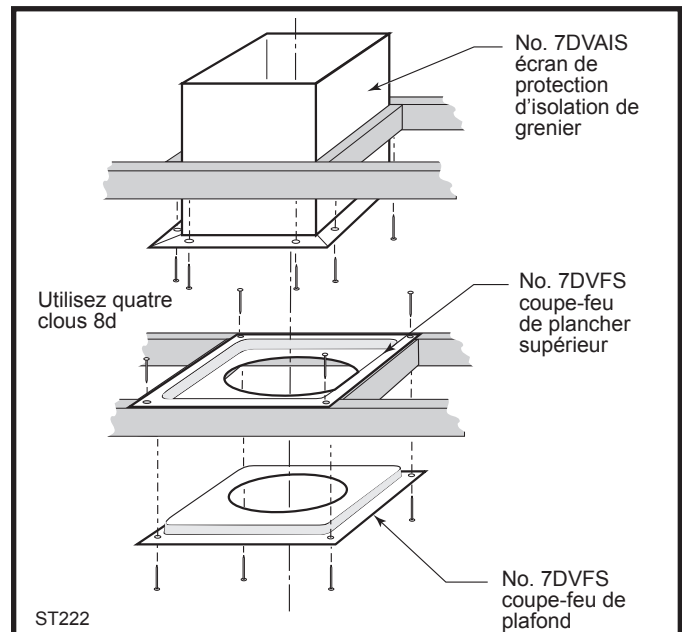

Fig. 31 Installation des coupe-feu et de l'écran de protection de l'isolation de grenier.
6. Mettez le coupe-feu 7DVFS ou l'écran pare-chaleur du vide sous comble 7DVAIS en place selon les besoins. (Fig. 31) S'il y a une pièce au-dessus du plafond, il faut installer un coupe-feu sur les côtés inférieur et supérieur des solives de plafond. Si le plafond est surmonté d'un vide sous comble, il faut alors poser un écran pare-chaleur.